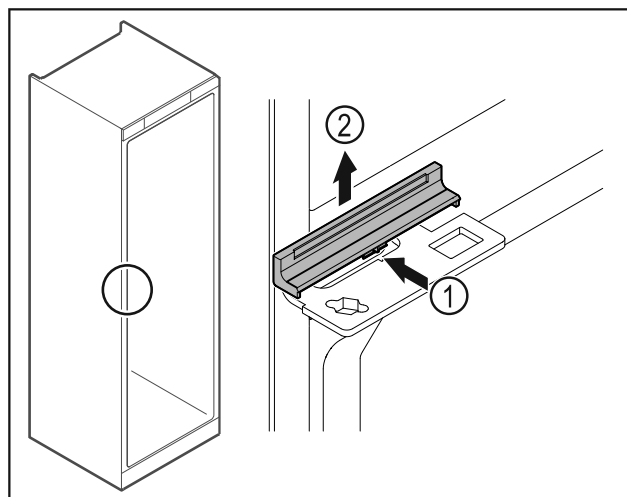

Fig. 46
- Afdekking Fig. 46 (1) in het midden iets indrukken en naar boven toe verwijderen Fig. 46 (2).